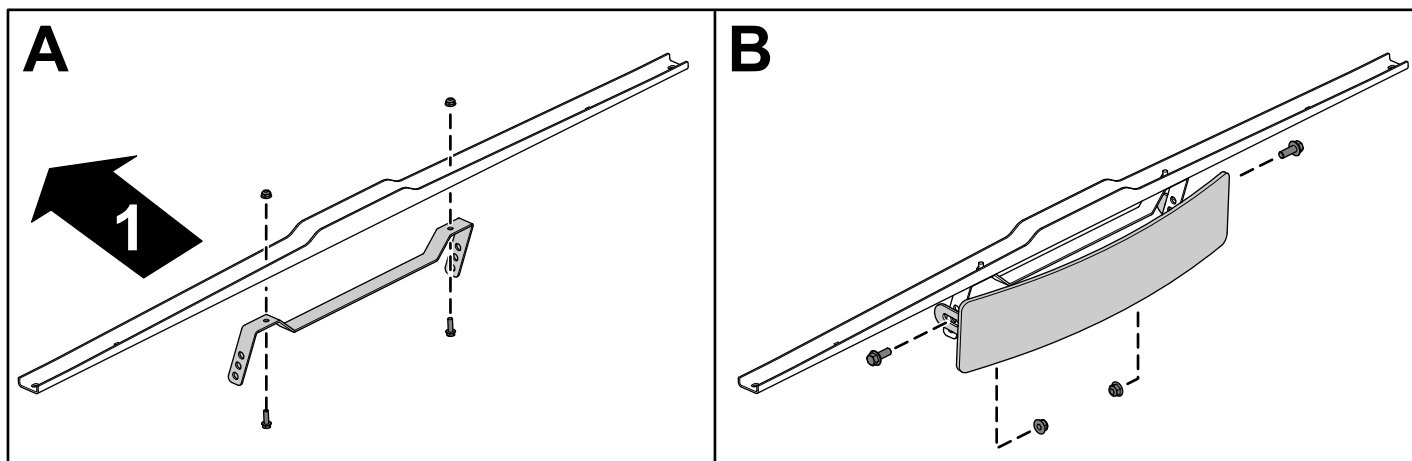

Figura 2
1. Fissate il supporto dello specchietto sulla staffa del supporto del tettuccio usando i 2 bulloni a testa quadra ($\frac{1}{4}$ " x $\frac{3}{4}$ ") e i 2 dadi flangiati ($\frac{1}{4}$ ") come illustrato nel riquadro A della Figura 2.
2. Fissate lo specchietto grandangolare al supporto dello specchietto servendovi dei 2 bulloni a testa flangiata ($\frac{3}{8}$ " x 1") e i 2 dadi di bloccaggio ($\frac{3}{8}$ ") come illustrato nel riquadro B della Figura 2.